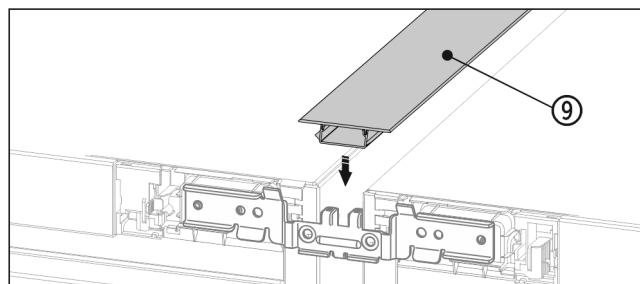

Fig. 20
- ▶ От горната страна притиснете късата покривна лайсна Fig. 20 (9) в хоризонталния процеп.